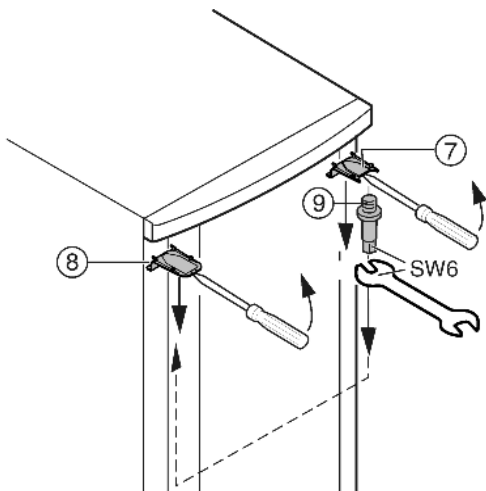

Fig. 7
- ▶ Fenn a Fig. 7 (7) és a Fig. 7 (8) fedelet pattintsa ki egy csavarhúzó segítségével, és ferdén lefelé távolítsa el.
- ▶ Csavarja ki a tartócsapot Fig. 7 (9) és az ellenkező oldalon csavarja be **4 Nm-es nyomatékkal**.
- ▶ A fedelet Fig. 7 (7) szerelje vissza a tartócsap oldalára: hátul illessze be és elől pattintsa be.
- ▶ A fedelet Fig. 7 (8) az ellenkező oldalon szerelje fel: hátul illessze be és elől pattintsa be.
- ▶ Az ajtó felül függessze a tartócsapra Fig. 7 (9).